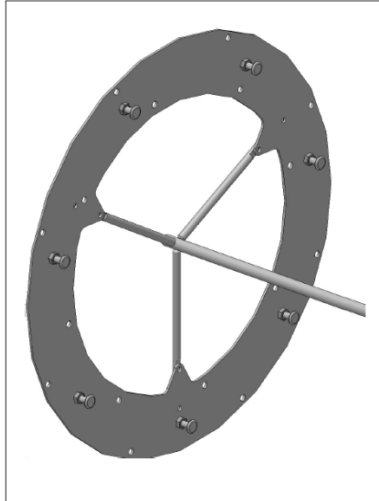

Abbildung 3.7
4. Stechen Sie die Spitzen des Spießes in die dafür vorgesehenen Löcher der Rotorscheibe (siehe Abbildung 3.7). Stechen Sie das andere Ende in die dazugehörigen Löcher der gegenüberliegenden Scheibe.